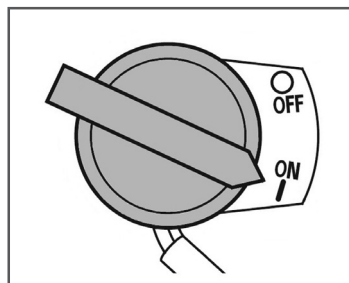

Рис. 20 Выключатель зажигания
5. Выключатель зажигания переведите в положение «ON» (Включено) (Рис. 20).
При возникновении аварийной ситуации, для экстренной остановки двигателя мотопомпы переведите выключатель зажигания в положение «OFF» (ВЫКЛЮЧЕНО) (Рис. 20).
3. Переведите выключатель зажигания в положение «OFF» (ВЫКЛЮЧЕНО) (Рис. 20).